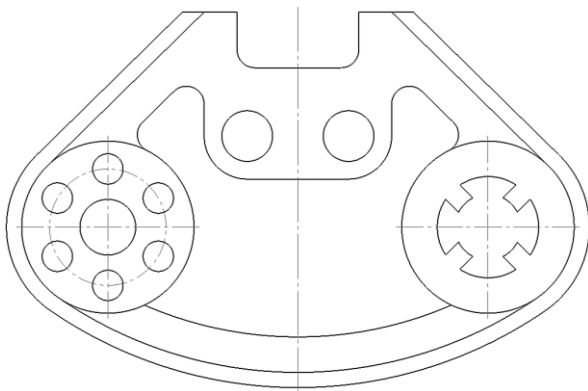

Рис. 77. Построение дуги окружности
2.16.2 Выбираем команду **Дуга** . В панели свойств задаем **радиус дуги** – 152 мм. Щелкнуть ЛКМ по найденному центру сопряжения. Появляется фантом дуги, выбрать направление построения дуги, например, по часовой стрелке, и щелкнуть по началу и концу дуги. Удалить вспомогательные линии (рис. 77).